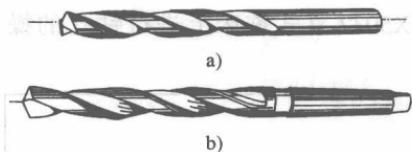

图 1-2
(1) 选择钻头 铣床一般用麻花钻钻孔，常用的麻花钻有直柄和锥柄两种，见图 1-2。直柄麻花钻的直径一般为  $0.3 \sim 12\text{mm}$ ，直径大于  $12\text{mm}$  的麻花钻一般为锥柄。锥柄麻花钻的柄部大多为莫氏锥度。现根据图样要求选用  $d = 16\text{mm}$  锥柄麻花钻。